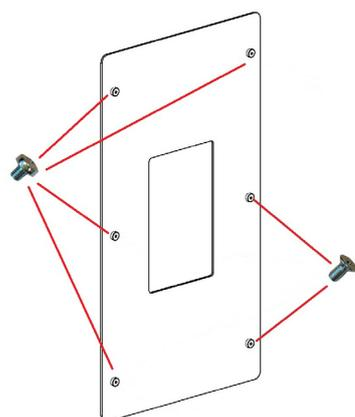

Fig. 33 - Die Schrauben anschrauben
- Die Schrauben an den am Glas vorhandenen Buchsen anschrauben: 4 Schrauben mit rundem Kopf und 2 Schrauben mit flachem Kopf (siehe **Fig. 33 auf S. 21**).